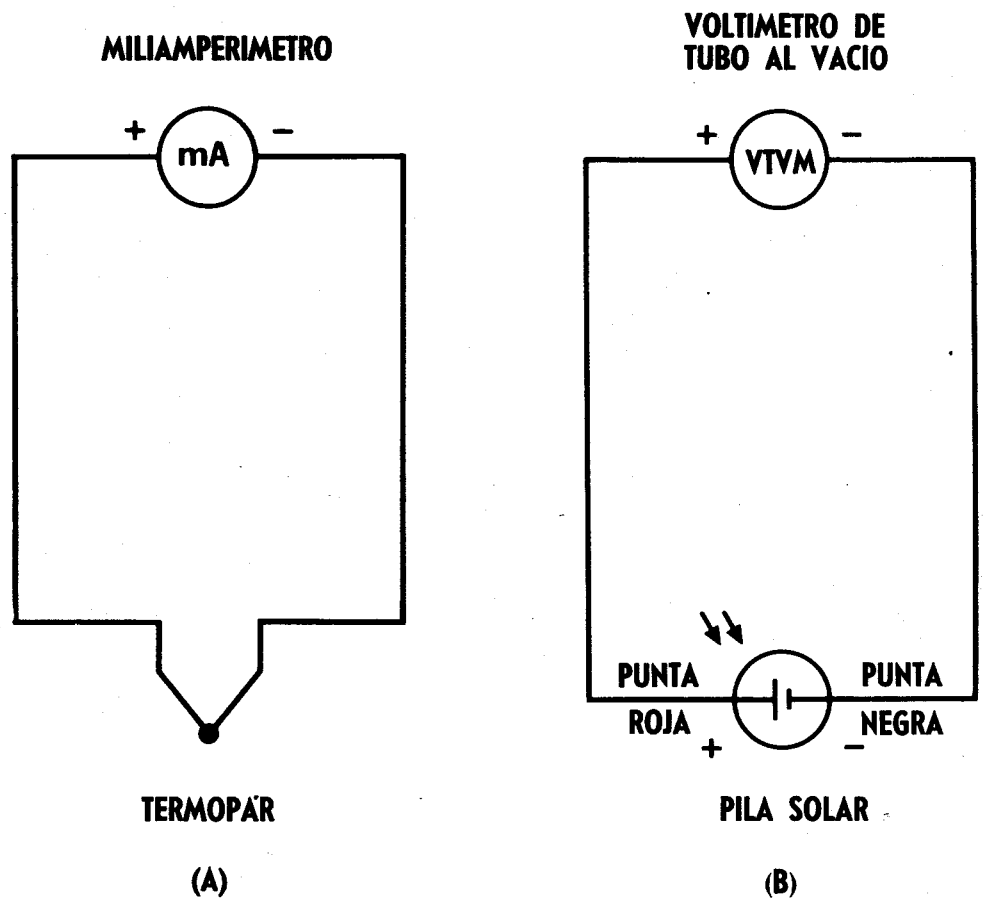

Fig. 5-1
2. Conecte los extremos libres al miliamperímetro, ajustado a su rango más sensible. Vea la Fig. 5-1 (A). Caliente el extremo torcido de los alambres con un cerillo y observe el instrumento. Si éste indica en dirección inversa, invierta las terminales del termopar.
5. Conecte el VTVM a la celda solar y compruebe la polaridad correcta. Vea la Fig. 5-1 (B). A la luz ordinaria de la habitación ¿cuál es la